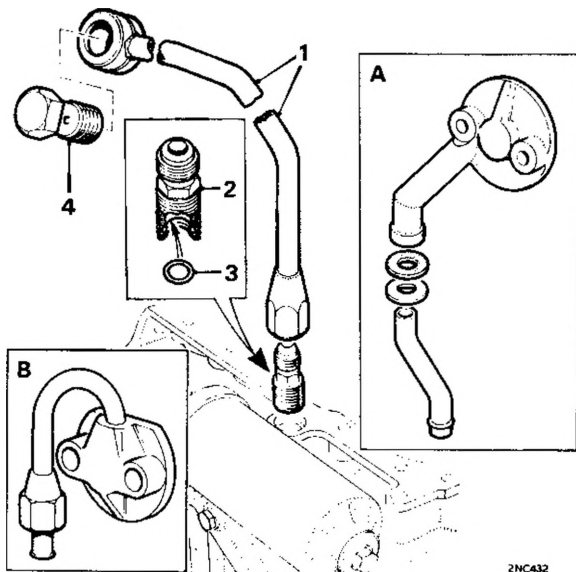

Fig. Aa. 9
14. Staccare il complessivo del filtro dell' olio e staccare il tubo di alimentazione dell' olio al motore, unitamente alla guarnizione di tenuta in gomma e la rosetta elastica (modelli precedenti) come illustrato alla figura Aa.9.
19. Montare la tubazione di alimentazione dell' olio motore/trasmissione (entrambi i tipi di tubazione sono illustrati alla figura Aa. 9).